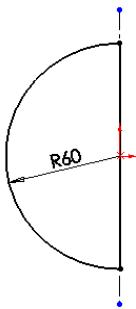

图 4-29 绘制的草图
**02** 绘制草图。在菜单栏中选择“草图绘制实体”命令，绘制如图 4-29 所示的草图并标注尺寸。